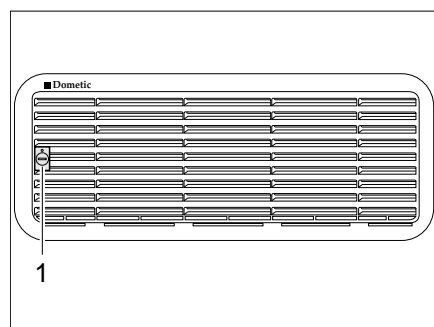
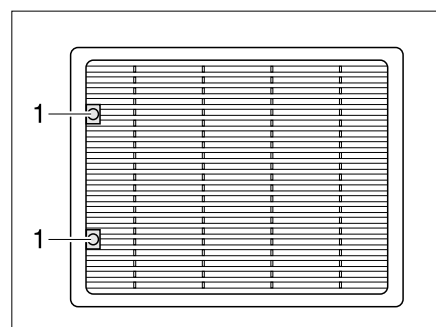

Bild 195 Kühlschrank-Lüftungsgitter (Dometic klein)
Bild 196 Kühlschrank-Lüftungsgitter (Dometic groß)
- Schraube (Bild 195,1 bzw. Bild 196,1) mit Hilfe einer Münze eine viertel Umdrehung drehen.